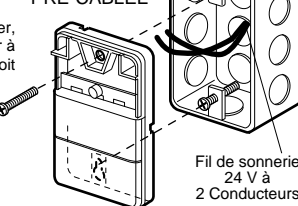

Figure 3
5. Faire passer tous les fils par l'ouverture à la base du couvercle (voir Figure 3).